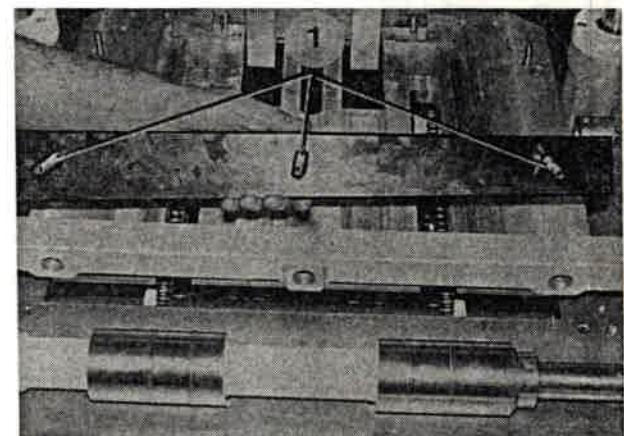

Bild 269
5. Oberes Schneidmesser herausziehen (Bild 269) und Federbolzen (Bild 269/1) ausbauen.